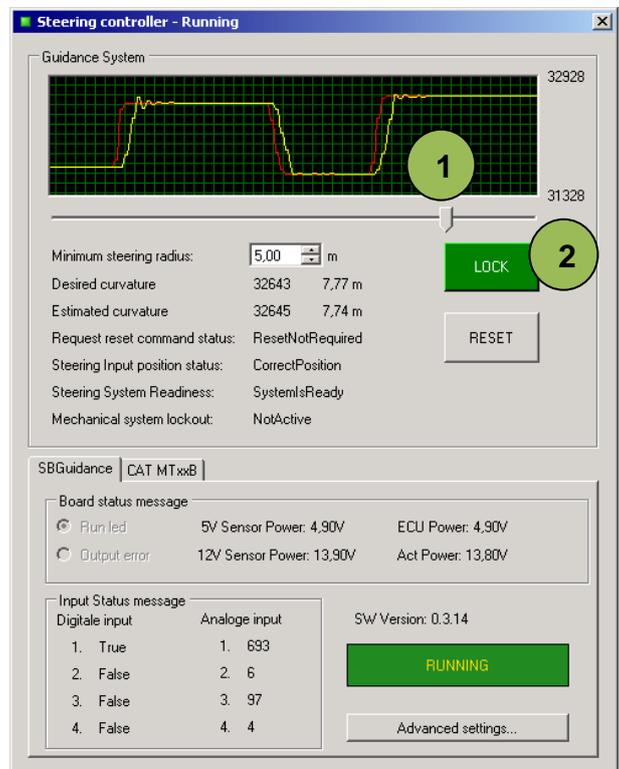

Abbildung 23 Optimierung Proportional Gain
4. Ziehen Sie den Schieberegler von der Mitte nach Dreiviertel nach rechts oder links gesteuert. Beurteilen Sie, wie die Räder zum gewünschten Radstand steuern. Die Räder dürfen ein wenig über den gewünschten Radstand hinausgehen (Abbildung 23).
In der Grafik von Abbildung 23 gibt die rote Linie den gewünschten Radstand an, der mit dem Schiebepalken unter der Grafik bestimmt wird. Die gelbe Linie ist der aktuelle Radstand, der direkt vom Lenkwinkelsensor abgelesen wird.